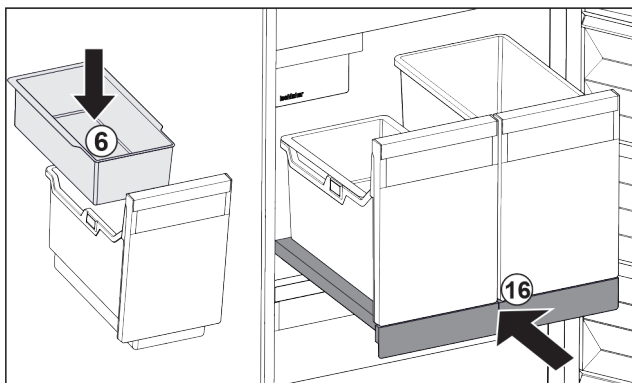

Fig. 130
- ▶ Vstavite obešalno skodelico Fig. 130 (6) za ledene kocke.
- ▶ Vstavite izvlečno polico s posodo (IceTower). Fig. 130 (16)